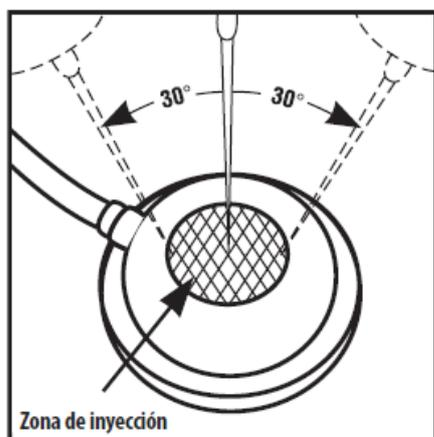

Figura 2
- El sitio de inyección no deberá penetrarse con una aguja de un calibre superior a 21, ya que no se podría volver a sellar. **Las inyecciones sólo deberán realizarse en la parte superior del sitio o domo de inyección,  $\pm 30^\circ$  perpendicularmente a la base y dentro del anillo de palpación elevado (vea la Figura 2).**
El inflado se lleva a cabo con una solución salina isotónica apirógena estéril. Se prepara la piel y se introduce una aguja estándar con un bisel de calibre 21 (o más pequeño) o aguja de punta Huber en la parte superior del sitio de inyección,  $\pm 30^\circ$  perpendicularmente a la base (ver Figura 2). También se puede usar una aguja con aletas de calibre 21.